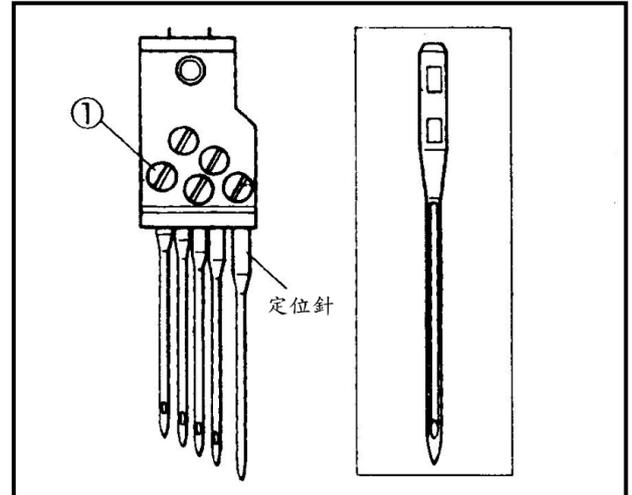

Fig.21
- (1) 旋轉轉輪將針抬到最高點。
- (2) 放鬆螺絲 ①。(Fig.21)
- (3) 平面擺在前方將新針放入針鑷內最頂端，然後鎖緊螺絲 ①。